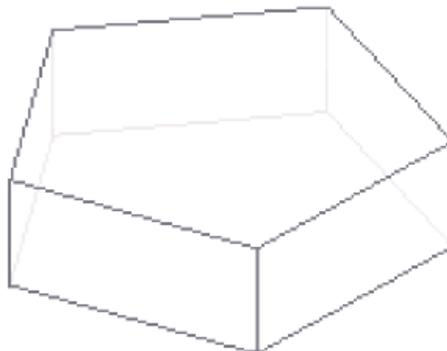

Рисунок 5.34 – Результаты операции «Выдавливание»
5. Применим к полученному пятиугольнику  Операцию выдавливания. В окне Расстояние зададим 50, а Направление - Прямое. Результат выдавливания показан на рис. 5.34. Здесь применен каркасный способ отображения модели с прорисовкой невидимых ребер тонкими линиями.